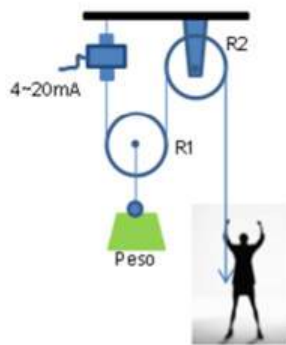

Figura 1
4. Considere o sistema de levantamento de cargas representado na figura 1 constituído por duas roldanas, R1 (móvel) e R2 (fixa), e uma célula de carga com saída em corrente (4-20 mA, para uma gama de -1kN a +1kN). Admita que para a leitura do sinal da célula tem disponível uma resistência de 200 Ω para efectuar a conversão I→V e um multímetro de 3 ½ dígitos com escalas de 200mV, 2V, 20V, 200V.